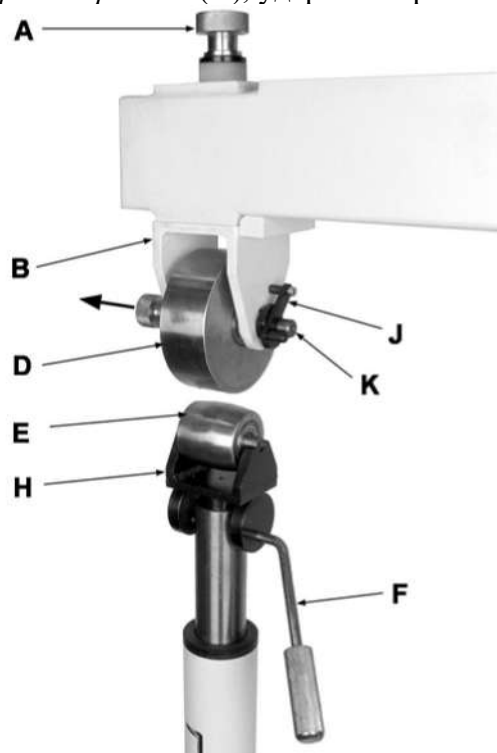

Рисунок 4
См. рисунок 4.
1. Освободить *рычаг* (F, рисунок 4) *кулачкового зажима* и опускать *держатель* (H, рисунок 4) *нижнего*
2. Снять *нижний ролик* (Е, рисунок 4) и заменить его на другой.